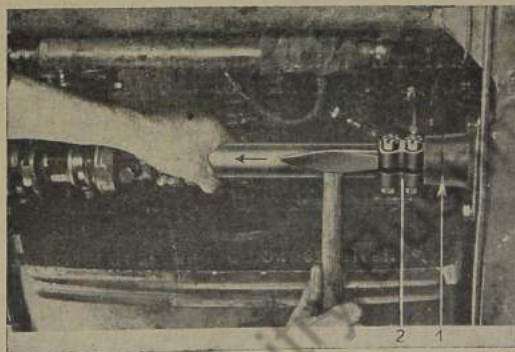

Bild 526: Längsspiel der Lenkzwischenwelle berichtigen
3. Die Längsluft (526/1) der Lenkzwischenwelle in den Lagern ist durch Verstellen des Lenkzwischenhebels (526/2) zu beseitigen bzw. zu berichtigen (Bild 526).